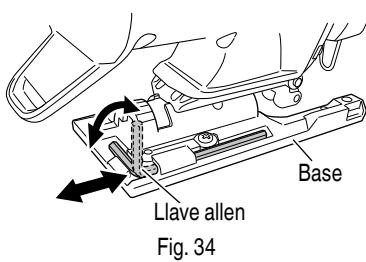

Fig. 34
- Es posible alojar la llave allen en la base (consulte la Fig. 34).